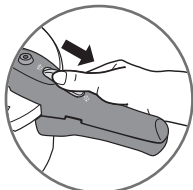

Fig 1
- Med hjälp av tummen, för öppningsknappen (E) bakåt till läge  - Bild 1